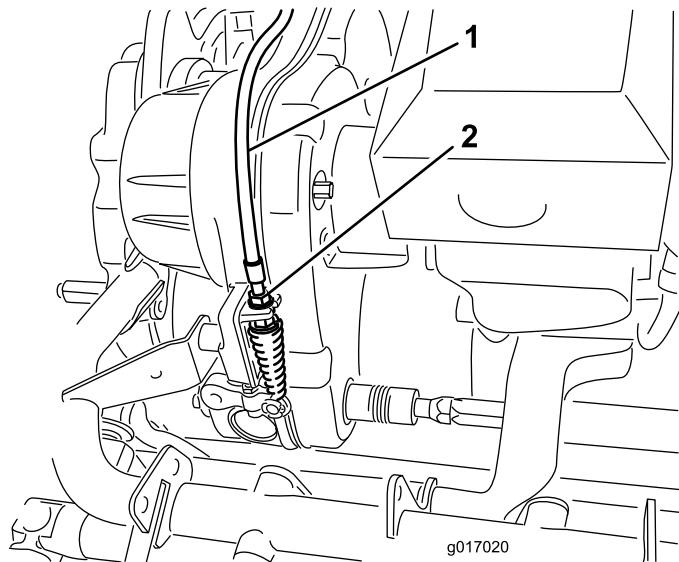

図 47
2. トランスマッションのバルクヘッド部で、リールコントロールのケーブル（図 47）を行う；スプリングの長さが 70.6-72.4 mm になるように調整する。